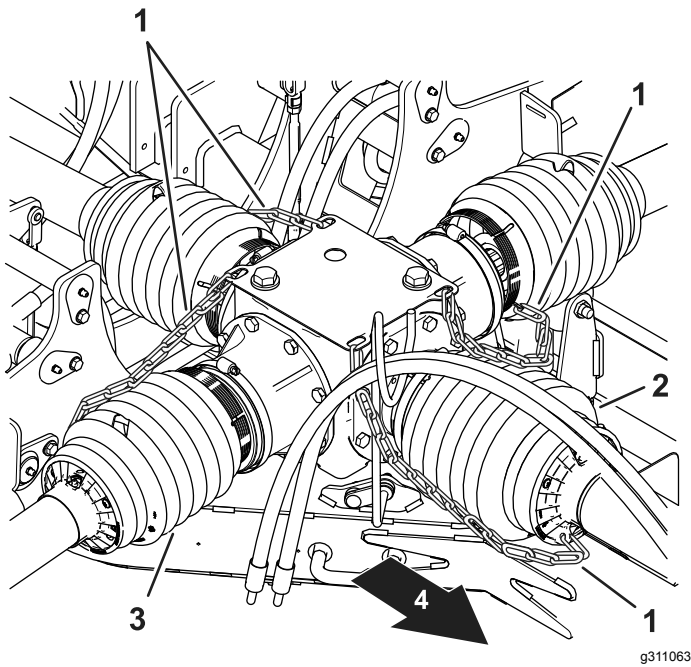
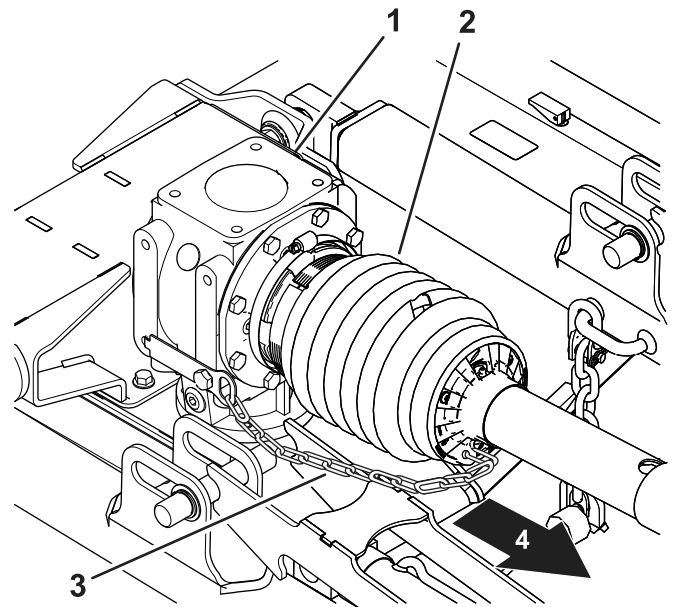
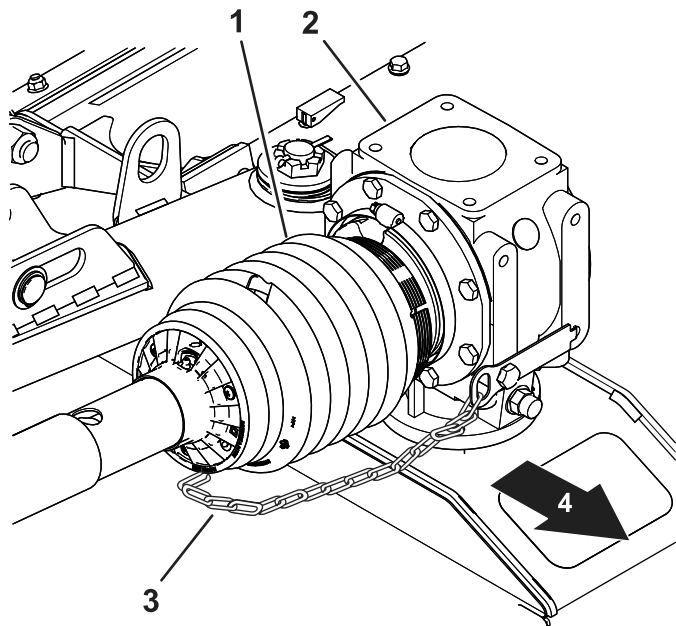
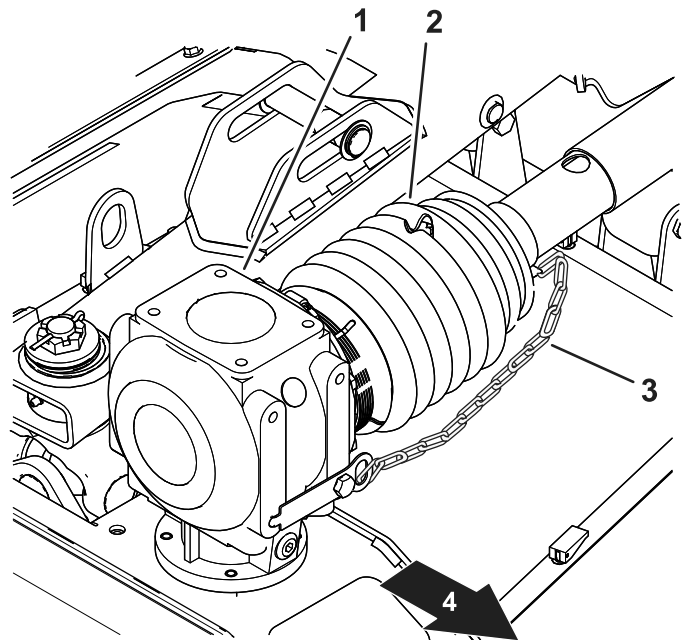

Figure 18
Figure 20
Figure 19
Figure 21
6. Vérifiez que les chaînes de retenue de l'arbre de transmission sont reliées au boîtier d'engrenages central et au boîtier d'engrenages de chaque tablier de coupe (Figure 18, Figure 19, Figure 20 et Figure 21).